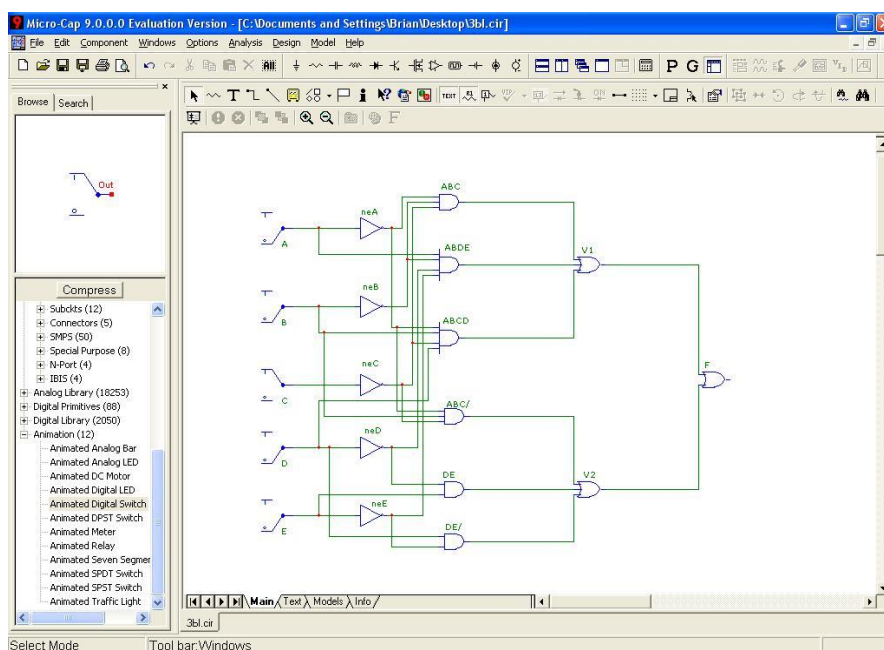

Рис. 23. Схема задания 2.
**Задание 2:** Синтезировать структурную схему, выполняющую функцию: . Проверить правильность работы схемы. Схема электрическая принципиальная для задания 1 представлена на Рис. 23.